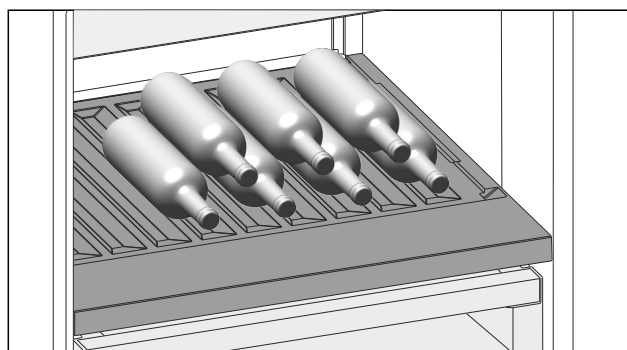

Fig. 111
- Stavite boce s dnom prema stražnjoj stijenci hladnjaka. (pogledajte Fig. 111)